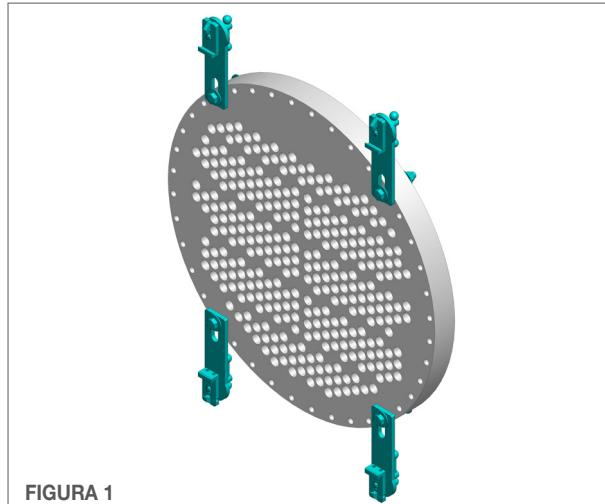

FIGURA 1
1. Monte os **Fixadores do posicionador** apropriados no feixe de tubos como mostrado na página anterior (Na Figura 1 estão representados os Fixadores Rápidos com Rasgo). Os Fixadores devem estar alinhados na horizontal com o sentido das fileiras de tubos. (**Figura 1**)